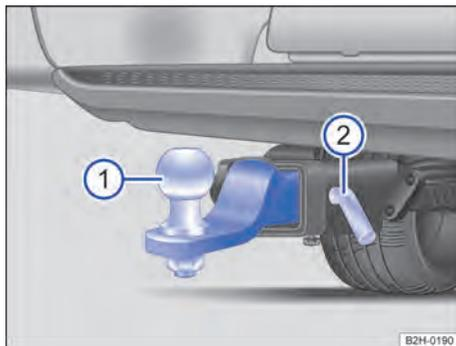

Fig. 129 Sob o para-choque traseiro: montar o engate de reboque.
- Verificar se o alojamento do engate de reboque está limpo e sem danos → ①. Se necessário, limpar.
- Empurrar o engate de reboque → Fig. 129 ① até o batente no alojamento.
- Empurrar o pino de travamento → Fig. 129 ② no alojamento e travar com o pino de bloqueio → ⚠.